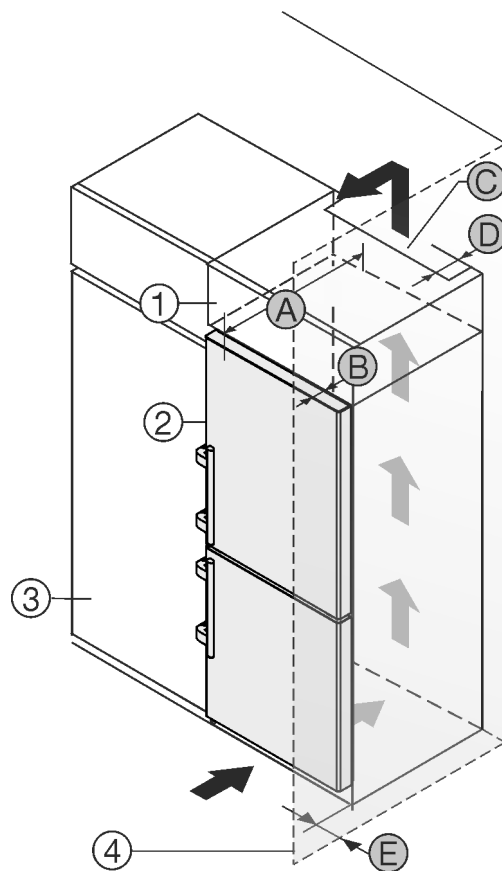

Fig. 51
Zariadenie môže byť zabudované medzi kuchynskými skriňami. Aby sa zariadenie Fig. 51 (2) prispôbilo výške kuchynskej linky, môže sa nad zariadením umiestniť nadstavná skrinka Fig. 51 (1).
Zariadenie môže byť zabudované priamo vedľa kuchynskej skrine Fig. 51 (3). Pre úplné otvorenie dverí musí zariadenie vyčnievať o hĺbku Fig. 51 (B) prednej časti kuchynskej skrine. V závislosti od hĺbky kuchynských skriň a použitia dištančných držiakov na stenu môže zariadenie prečnievať ešte viac.
- Na zadnej strane nadstavnej skrine musí byť vetracia šachta s hĺbkou Fig. 51 (D) cez celú šírku nadstavnej skrine.
- Pod stropom miestnosti sa musí dodržať prierez vetracieho otvoru Fig. 51 (C).
Ak je zariadenie umiestnené so závesmi vedľa steny Fig. 51 (4), musí sa medzi zariadením a stenou dodržať vzdialenosť Fig. 51 (E). To zodpovedá presahu držadla pri otvorených dverách.